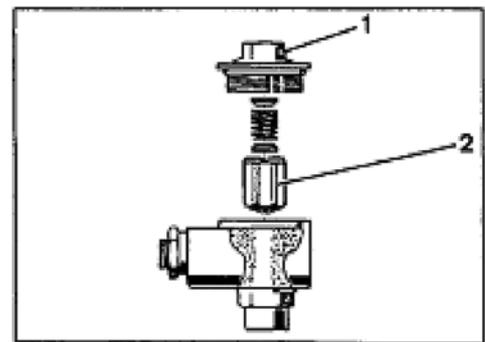

Bild 7-1
2. Oberteil (Bild 7-1/1) vom Rückschlagventil abschrauben und Ventilkörper (Bild 7-1/2) abnehmen.